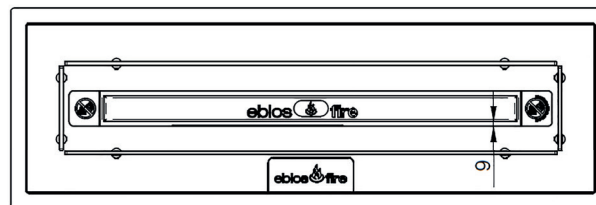

Рис. 10 Воздушный зазор около 9 мм (без крышки)
- Закройте крышку корпуса Quadra Inside. Обеспечьте правильную установку так, чтобы между крышкой корпуса и зоной пламени был равномерный (см. рис. 10, 11 и 12) воздушный зазор для обеспечения достаточного притока воздуха. В противном случае корпус может быть покрыт сажей, что приведет к неравномерной картине пламени.